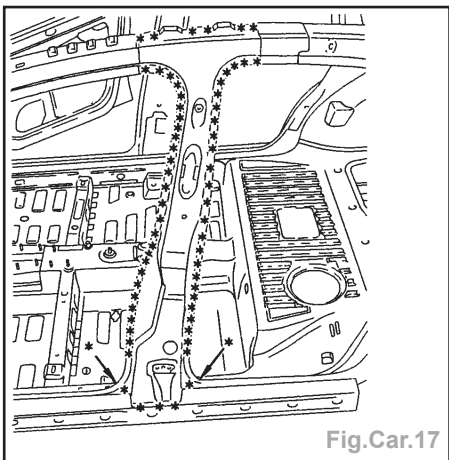

Fig.Car.17
- Dégraver les points à l'aide d'une fraise de Ø 8 mm (Fig.Car.17/18).
- Souder par points électriques et par points bouchons MAG (Fig.Car.17/18).